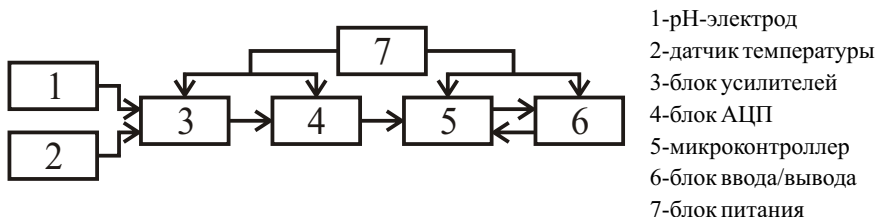

Рис. 1. Структурная схема.
4.1.1. Структурная схема приведена на рис. 1.